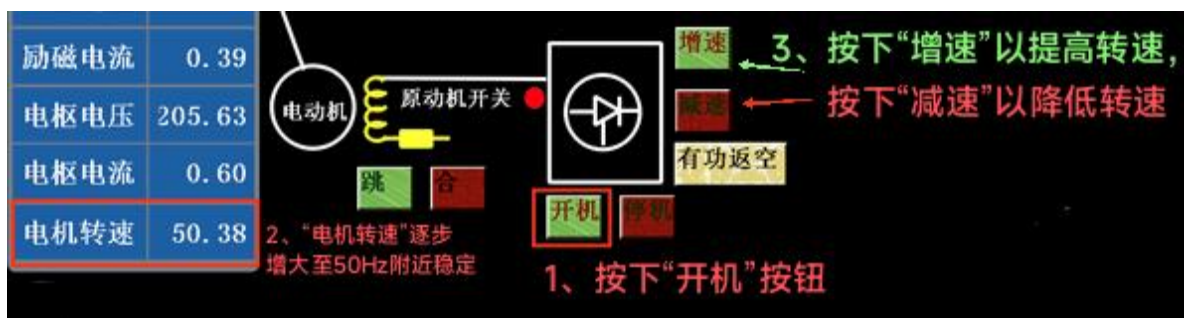

图9 启动原动机
②点击“开机”按钮，转子转速会逐步增加至 100%额定转速（对应的频率为 50Hz）附近，若“电机转速”未达到额定转速，可通过“增速/减速”按钮以调整转速，直至达到额定转速附近（如图 9 所示）。达到额定转速并稳定运行 1~2 分钟后，再启动励磁；